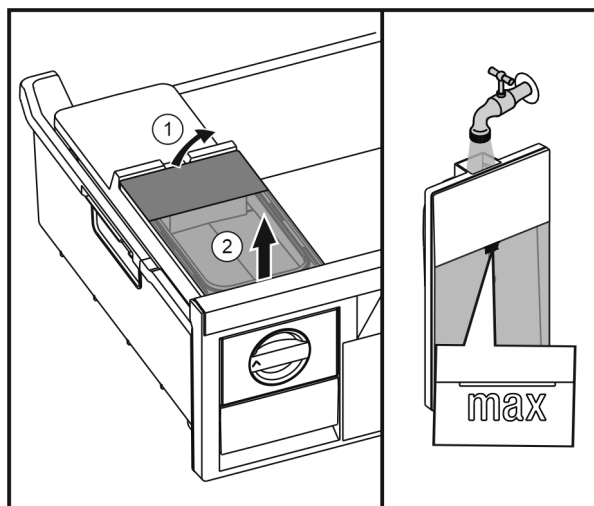

Fig. 26
- ▶ Nadvihnite nádržku na vodu zozadu Fig. 26 (1) a odoberte ju nahor Fig. 26 (2).